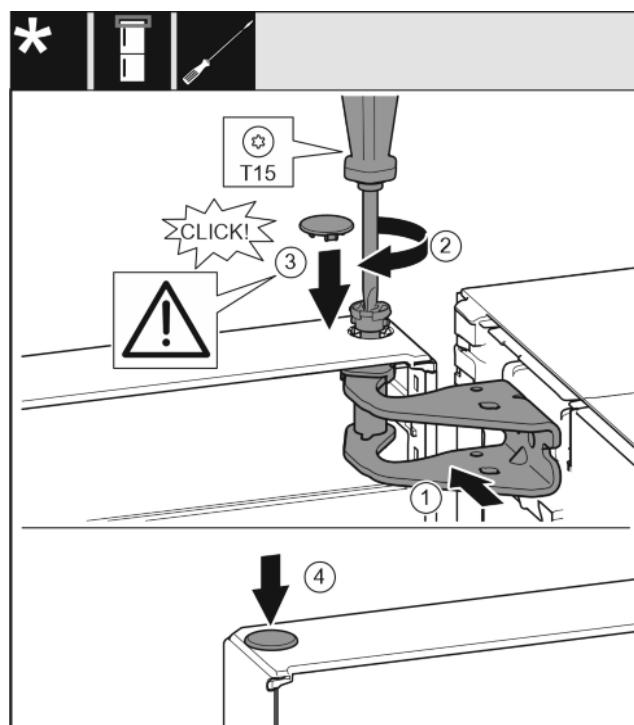

Fig. 17
- ▶ Выровняйте дверь вверху по отверстию в опорном кронштейне. *Fig. 17 (1)*
- ▶ Вставьте палец и затяните отверткой T15. Fig. 17(2)
- ▶ Установите предохранительную крышку для защиты двери: Вставьте предохранительную крышку и проверьте, прилегает ли она к двери. В ином случае вставьте палец полностью. Fig. 17(3)
- ▶ Вставьте заглушку. Fig. 17(4)